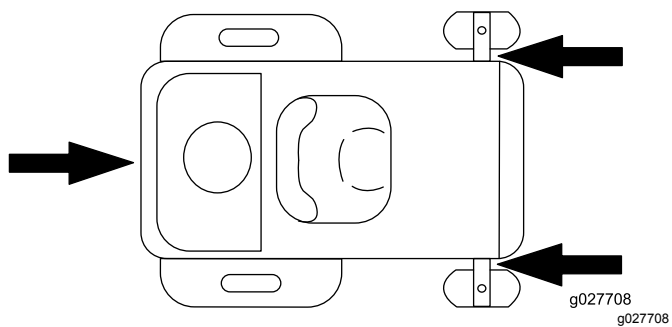

Рисунок 40
6. С помощью строп, цепей, тросов или канатов закрепите машину в точках, расположенных рядом с передними поворотными колесами и на заднем бампере (Рисунок 40). Изучите местные нормативные документы по требованиям к креплению оборудования.